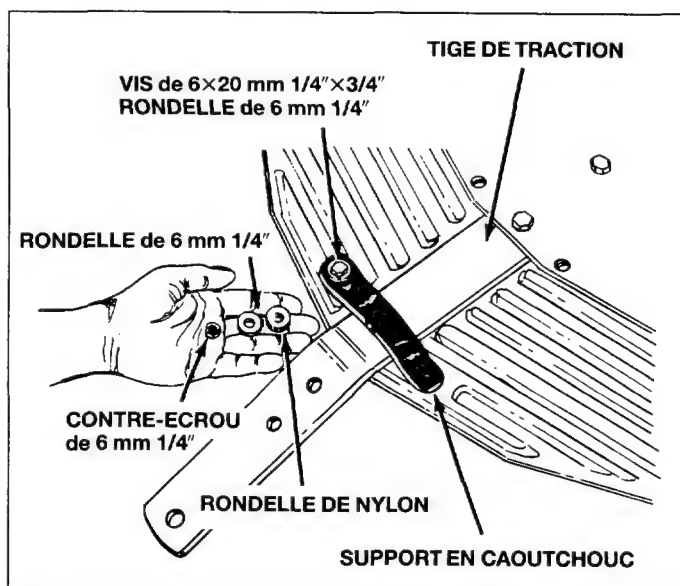

Fig. 5
4. Installez la courroie en caoutchouc sur les deux protections et par-dessus la tige de traction. Voir la figure 5. Fixez-la avec deux vis à tête hexagonale de 6×20 mm (1/4"×3/4"), quatre rondelles plates de 6 mm (1/4"), deux rondelles en nylon et deux contre-écrous de 6 mm (1/4"). Vissez les boulons et une rondelle plate sur l'autre côté de la rondelle de nylon et de la protection. Placez ensuite la rondelle de nylon et la rondelle plate sur le boulon et serrez la vis à tête hexagonale. Voir la figure 5.